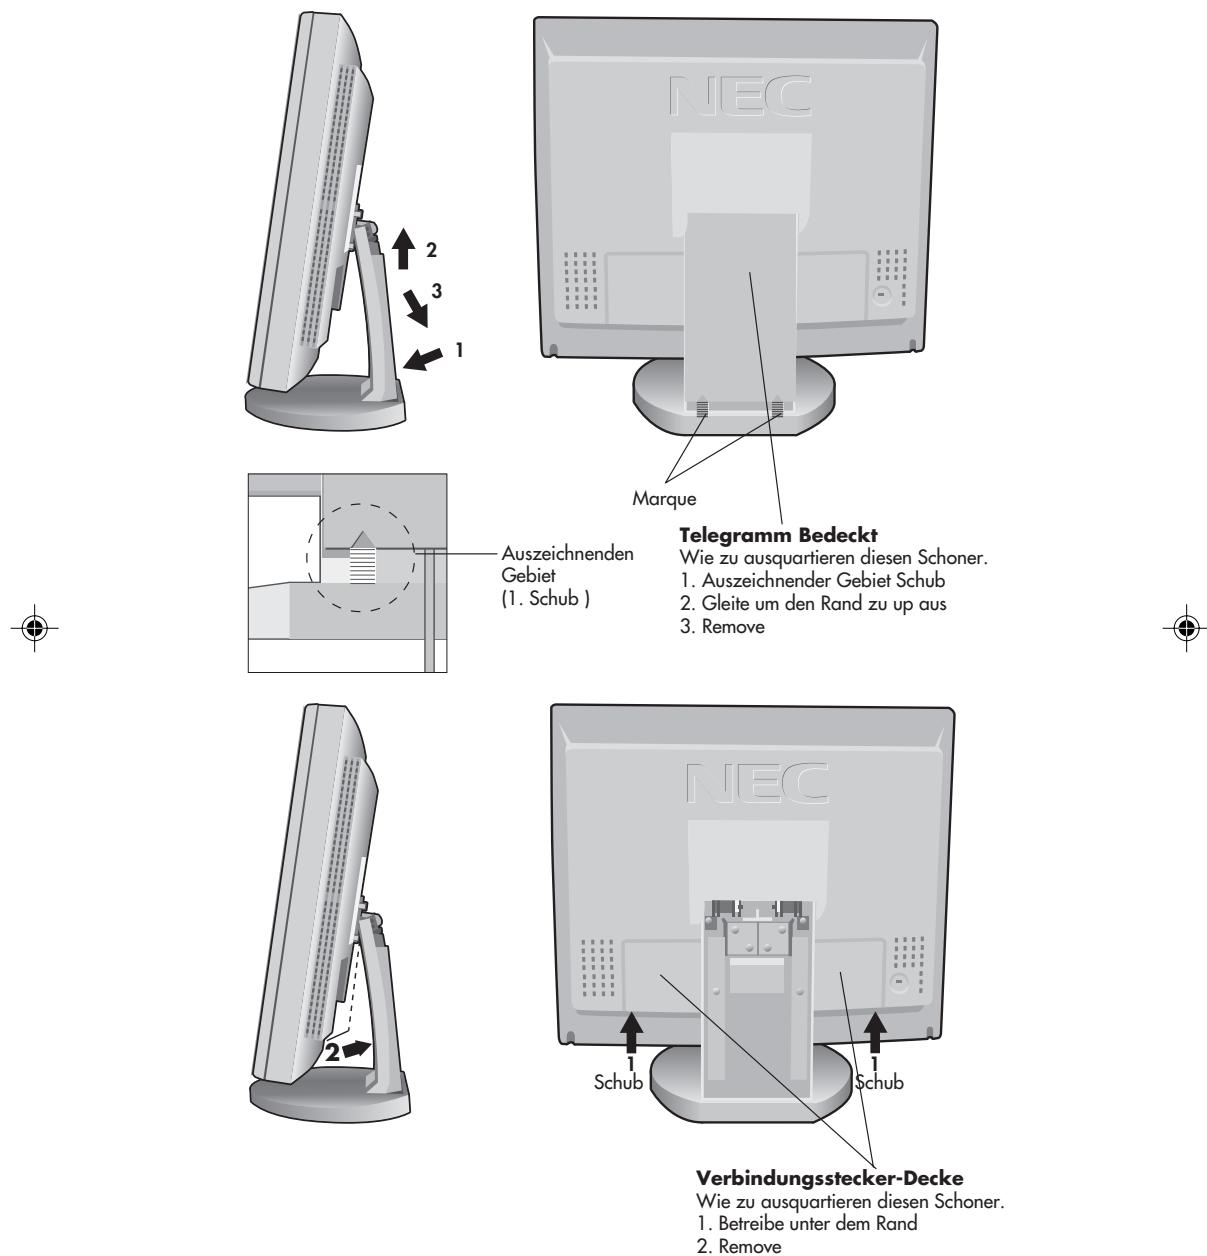

Figure E.1
4. Verbinden Sie ein Ende des Netzkabels zur MultiSync LCD Folge Monitor und das andere Ende zum Macht-Abfluß (**Figure C.1**). Ersetzen Sie Verbindungsstecker, decken Sie und Kabel-Decke (**Figure E.1**).